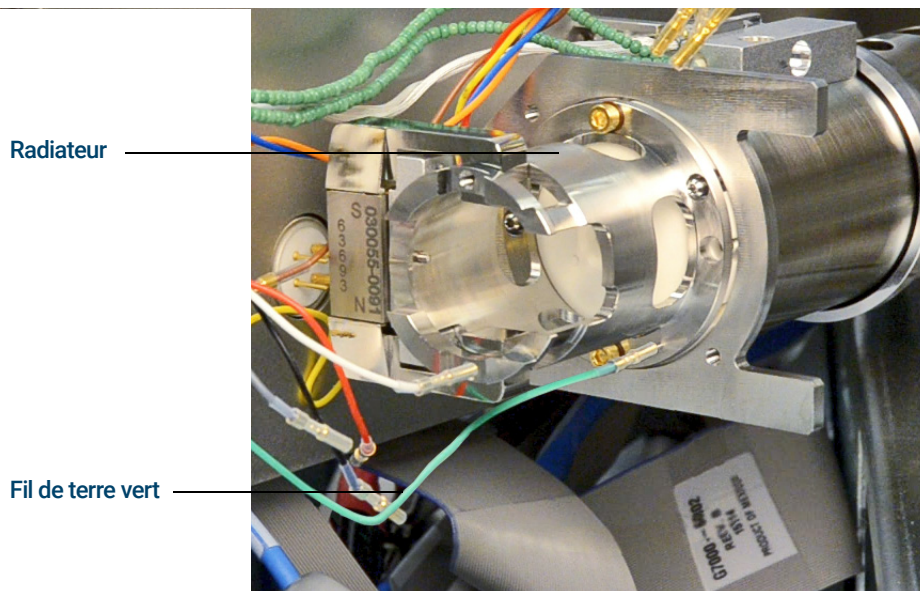

Figure 70 Radiateur de la source à CI
- 2 Débrancher le fil de terre vert du radiateur. (Voir **Figure 70**.)